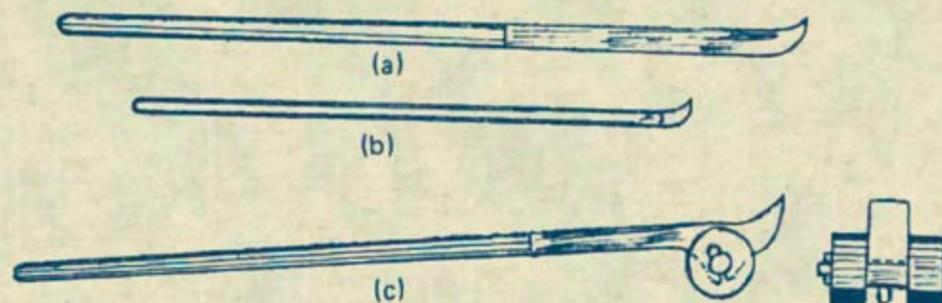

Figura 25
La forma de "alzaprimas" más corriente consiste simplemente en una barra de hierro o acero, cuadrada en un extremo y que termina en una punta en forma de cuña, ligeramente curvada hacia arriba; el otro extremo es redondo y ligeramente cónico hacia el final, formando una especie de mango para que se adapte a la mano, como se ve en la Figura 25.
Una forma de alzaprima muy útil para alzar y transportar pesos grandes, es la representada en (C) Figura 25, la cual está montada sobre dos ruedas y con ella puede transportarse fácilmente un peso después de elevarlo. Esta forma de barras es conocida en algunos talleres con el nombre de "pata de cabra".